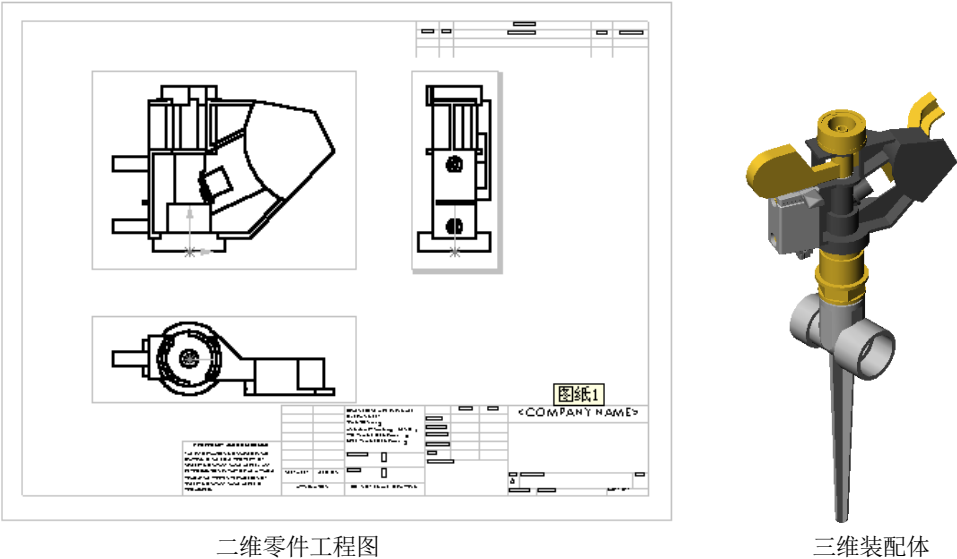

图 1-12 [单位]项目
2. [单位] 项目的设定。该项目用来指定激活的零件、装配体或工程图文件所使用的线性单位类型和角度单位类型, 如图 1-12 所示。